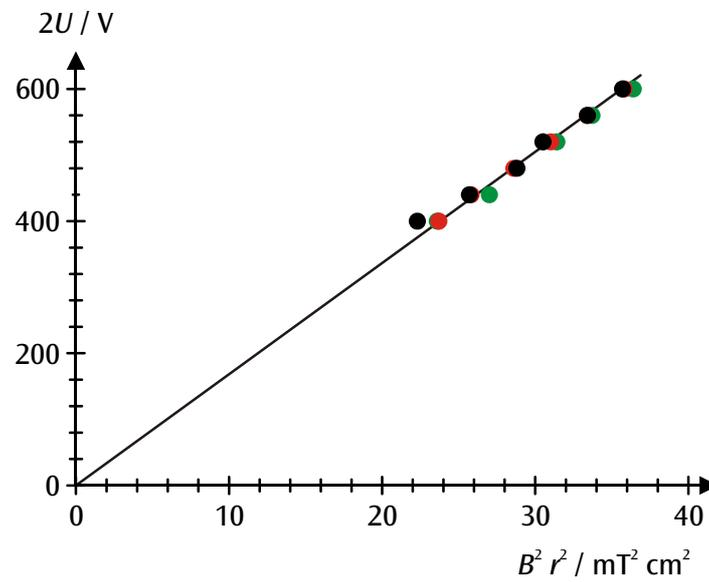

Fig. 3: Diagrama $r^2 B^2 - 2U$ dos valores de medição (preto: $r = 5 \text{ cm}$, vermelho: $r = 4 \text{ cm}$, verde: $r = 3 \text{ cm}$)
- Para uma análise mais detalhada, inserir dos valores de medição num diagrama $r^2 B^2 - 2U$ (veja fig. 3). O aumento dos dados originais corresponde a e/m .